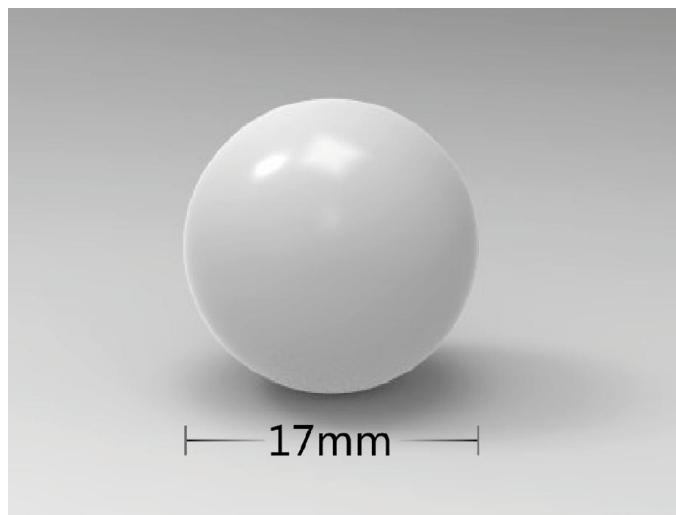

图 3-2 17mm “弹丸”示意图
3.3.3 “弹丸”及载弹量：直径 17mm 的塑料球，重 4.15g，如图 3-2 所示。初始载弹量为 0，比赛过程中可以在补给站补充弹量。